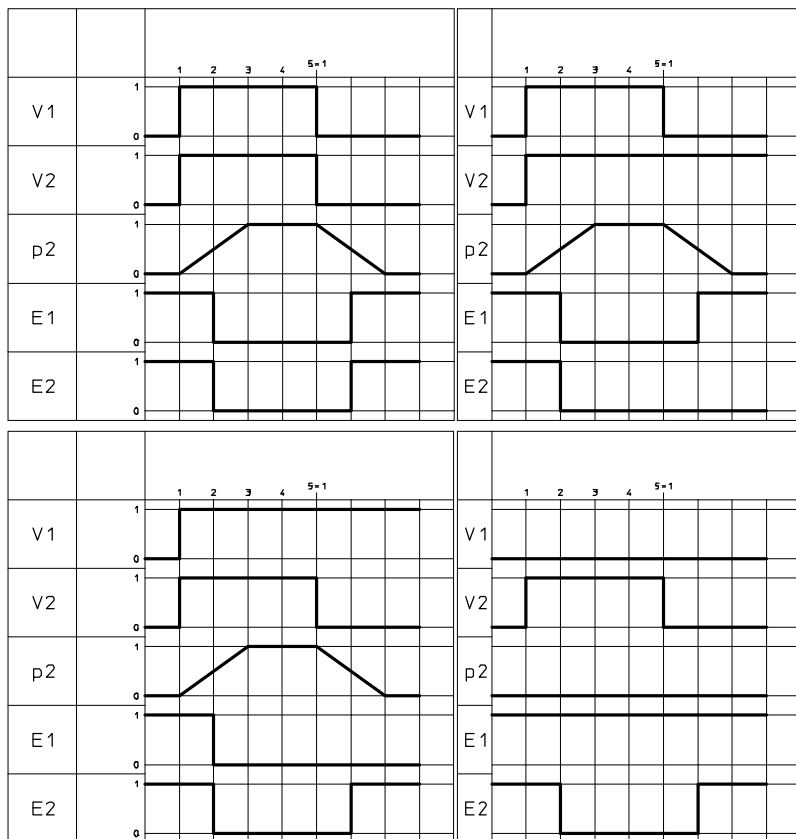
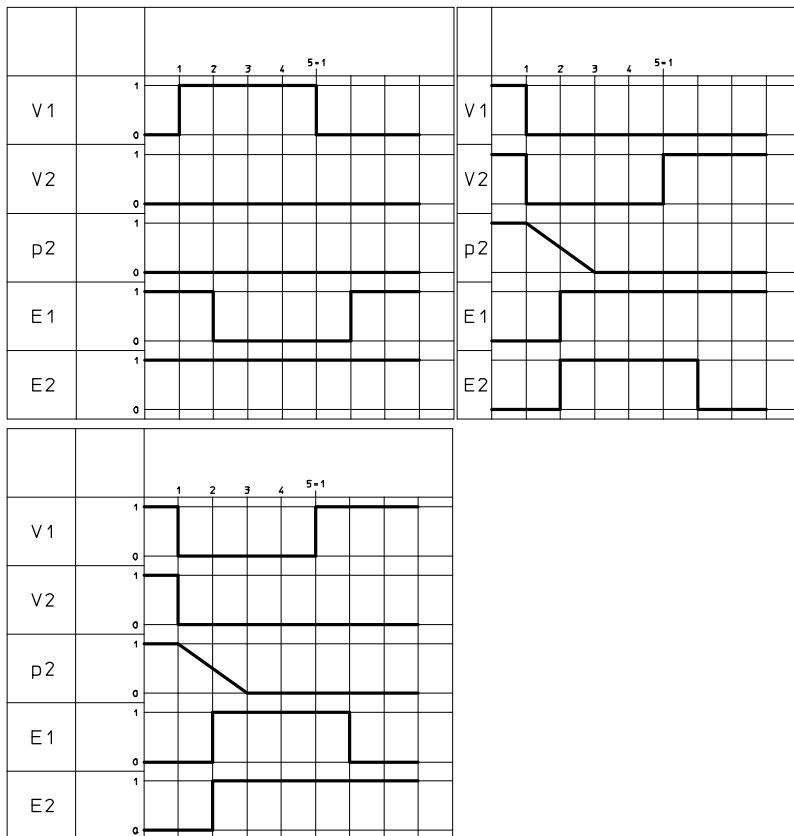

Fig. 8 Функциональное испытание, шаги с 1 по 4
Fig. 9 Функциональное испытание, шаги с 5 по 7
3. Чтобы проверить все комбинации положений переключения обоих 5/2-распределителей с электромагнитным управлением V1 и V2 блока управления: проанализируйте сигналы бесконтактных датчиков положения E1 и E2 (здесь: бесконтактные датчики PNP) с помощью приведенных ниже последовательностей шагов (→ Fig. 8 ... Fig. 9).